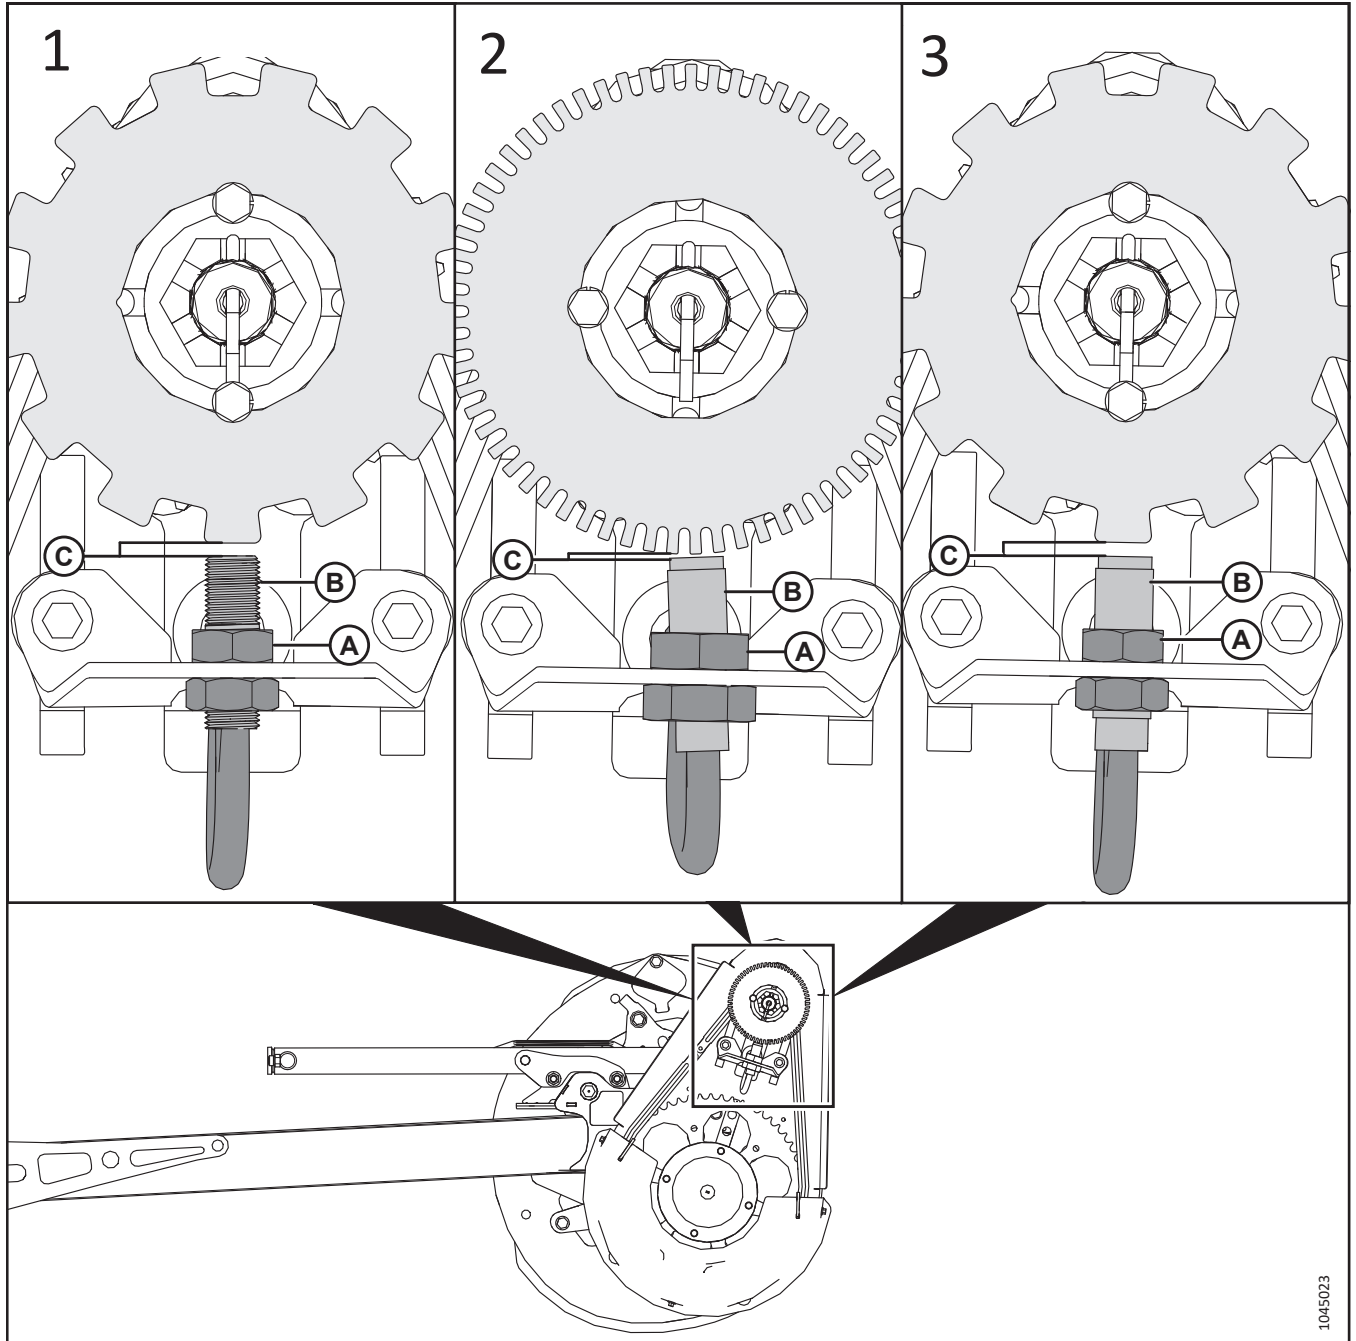

Figura 4.335: Configurazioni del sensore di velocità dell'aspo e del disco
6. Rimuovere il dado superiore dal nuovo sensore e posizionare il sensore (B) sul sostegno. Fissarlo con il dado superiore (A).
7. Utilizzare la Tabella e la Figura 4.335, pagina 497 per determinare il tipo di sensore per la mietitrebbia e regolare i dadi del sensore per impostare lo spazio (C) in base alle seguenti specifiche: